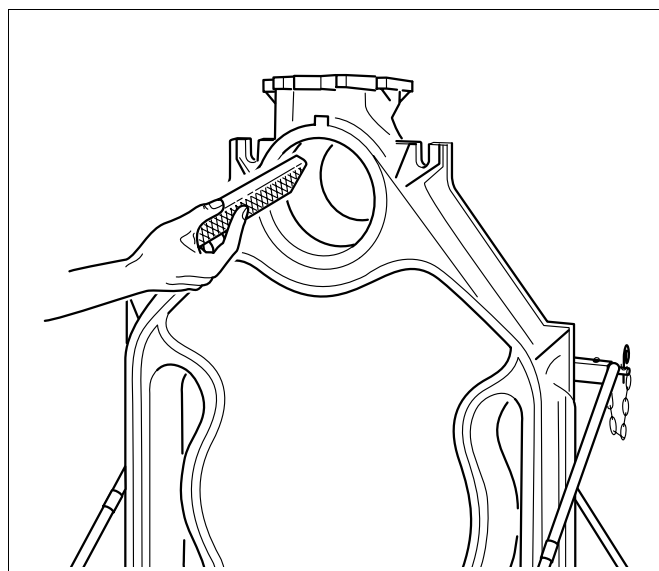

Рис. 12 Удаление заусенцев
- Зачистить напильником заусенцы, если они есть на ступицах (рис. 12).
- Зачистить напильником заусенцы, если они есть на ступицах (см. рис. 12, стр. 19).